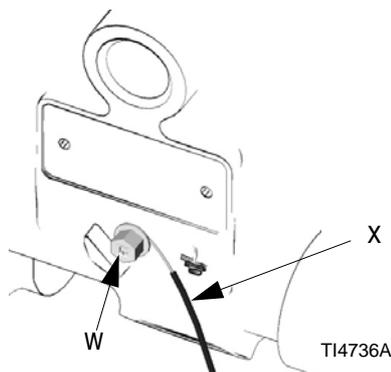

ABB.2: Anschluss des Erdungskabels
- *Pumpe:* Einen Erdungsleiter mit Klemme wie in ABB.2 gezeigt anbringen. Die Erdungsschraube (W) lösen. Drehen Sie ein Ende eines Erdungsdrahtes (X) mit mindestens 12 ga. (1,5 mm²) um den hinteren Teil der Erdungsschraube und ziehen Sie die Schraube fest an. Das Klemmenende des Erdungsdrahtes mit einem guten Massepunkt verbinden. Teilenummer 222011, Erdungsdraht und Klammer, bestellen.